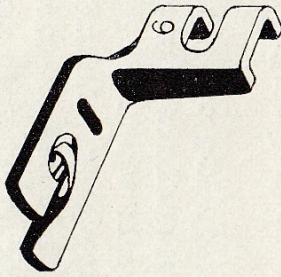

Fig. 19
- Gebruik de *rolzomer* (Fig. 19).